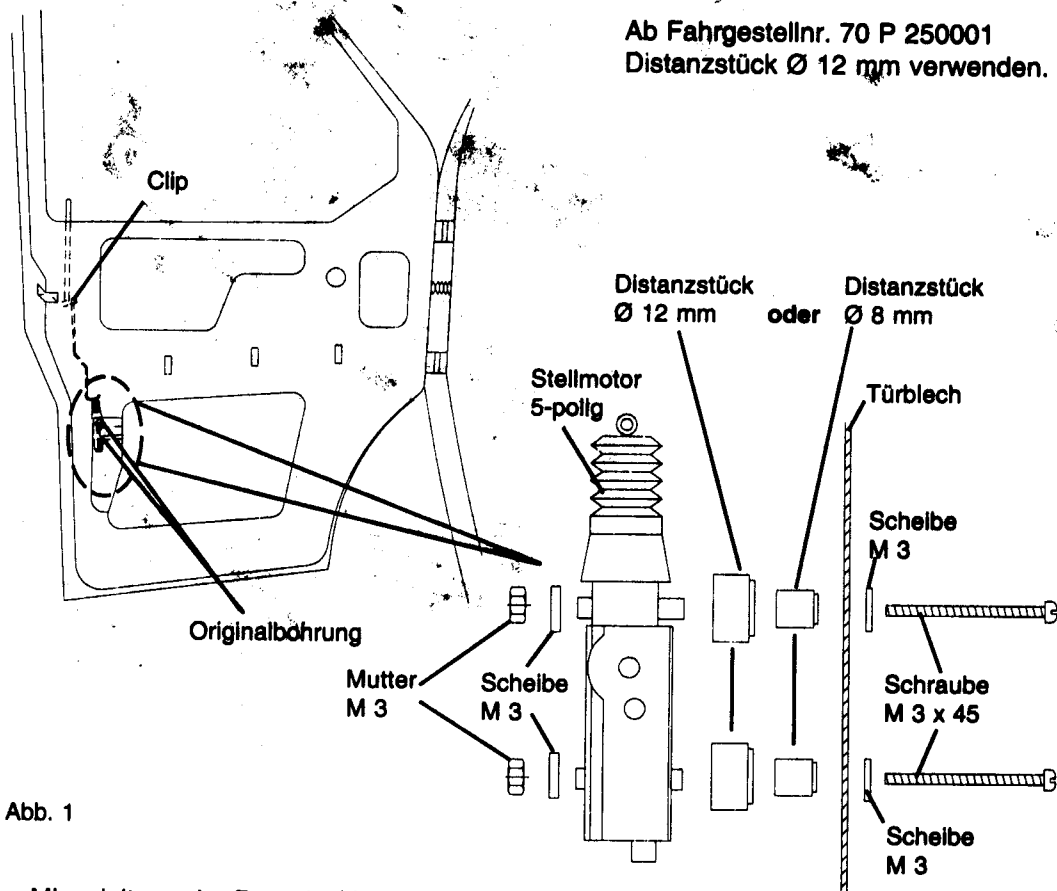

Abb. 1
- Stellmotor an Originalpunkten in der Tür montieren (siehe Abb. 1).